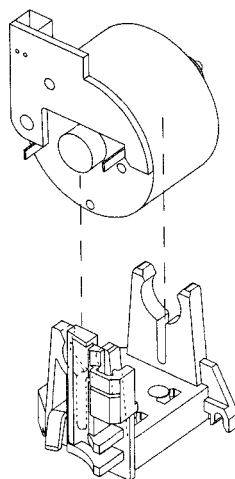

Fig. 11
- Remove the threading motor from the motor supports (fig. 11).
- Den Fädelmotor aus den Motorhalterungen herausnehmen (Abb. 11).